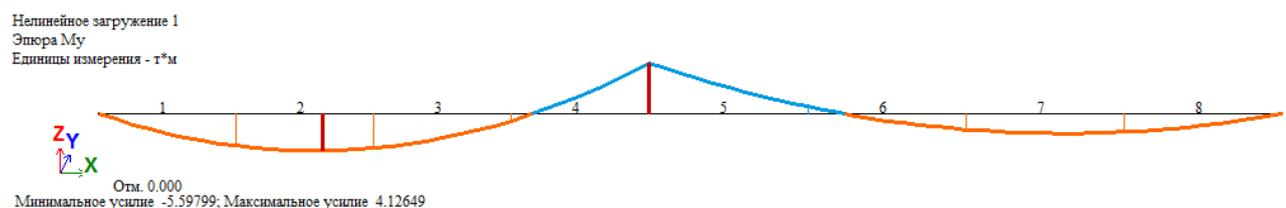

Рис.7.26. Эпюры изгибающих моментов М_y
- Выведите на экран эпюру **М_y** (рис.7.26) щелчком по кнопке  – **Эпюры М_y** (панель **Усилия в стержнях** на вкладке **Анализ**).